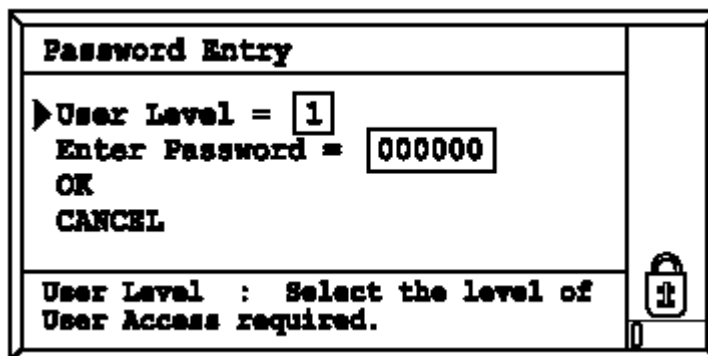

Рисунок 5 Окно Password Entry
3. Нажатием клавиши ENTER выберите опцию Enter Password для перехода к форме Password Entry; см. Рисунок 5.